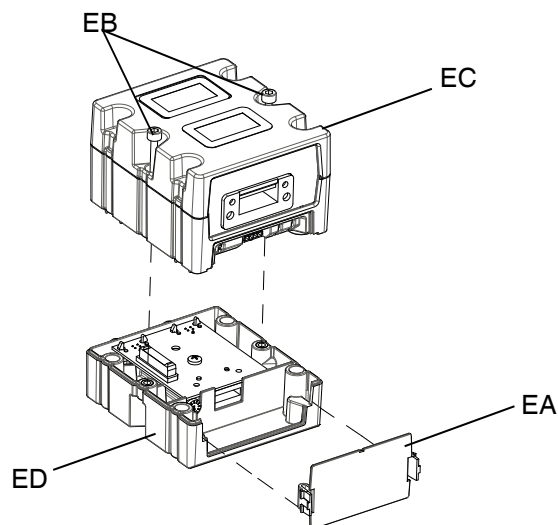

FIG. 60: Desmontagem do CGM
4. Retire a tampa de acesso do CGM (EA). Desaperte os dois parafusos (EB) e retire o CGM (EC) da base (ED) conforme indicado em FIG. 60.